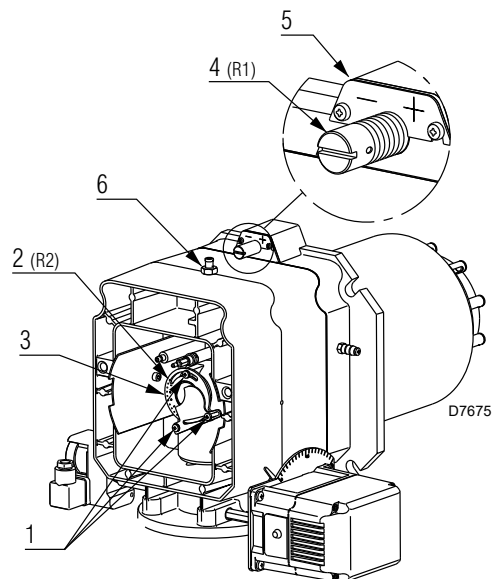
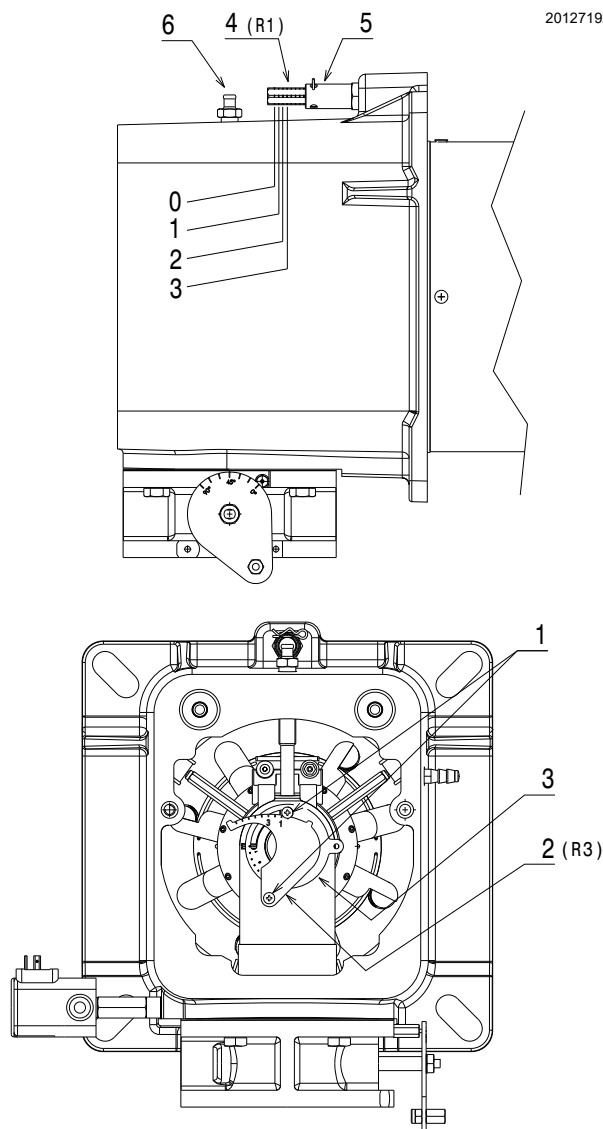

Fig. 18
Fig. 19
- Rotiți șurubul 4)(Fig. 18 - Fig. 19) până când creștătura găsită coincide cu suprafața frontală 5) a fittingului.
- Slăbiți cele 2 șuruburi 1)(Fig. 18) și rotiți piulița inelară 2) până când creștătura găsită este aliniată cu șurubul 1).